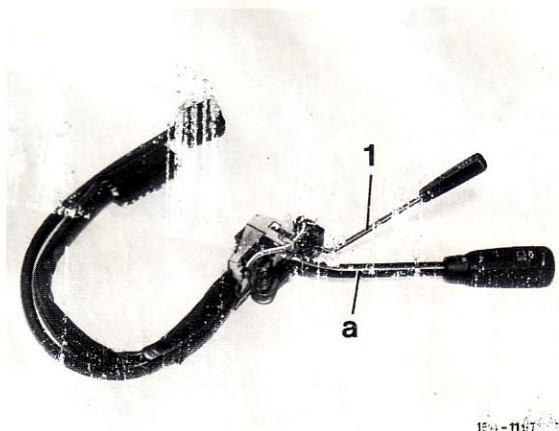
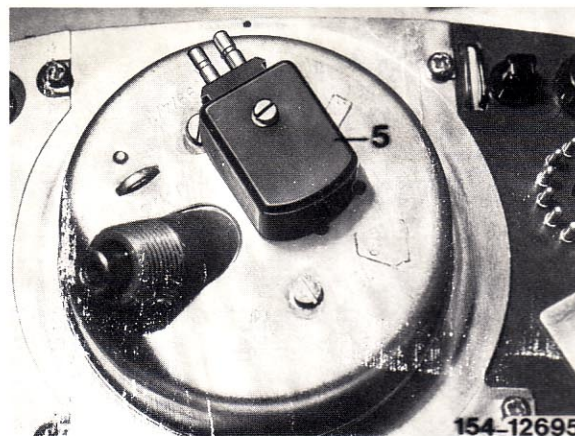

Bild 1
Bild 2
- 3 Schalter (1) nach Bild 1 an den Kombischalter montieren, dabei muß der Leitungssatz vom Schalter (1) unter die Zugentlastung des Kombischalters montiert werden.
- 4 Zusammenbau Kombischalter mit den Federringen (2) und den längeren Schrauben (3) anschrauben. Anschließend Manschette (4) montieren.
- 6 Geber (5) nach Bild 2 am Kombi-Instrument anschrauben.